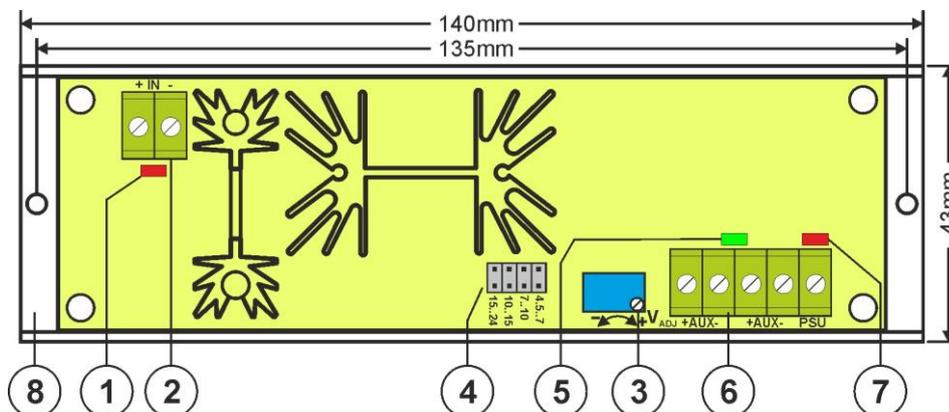

Fig.2. Vista del modulo del trasformatore.
### 1.2. Descrizione degli elementi e dei giunti del modulo (fig.2, tab.1, tab.2)
N. [fig.2]	Descrizione dell'elemento